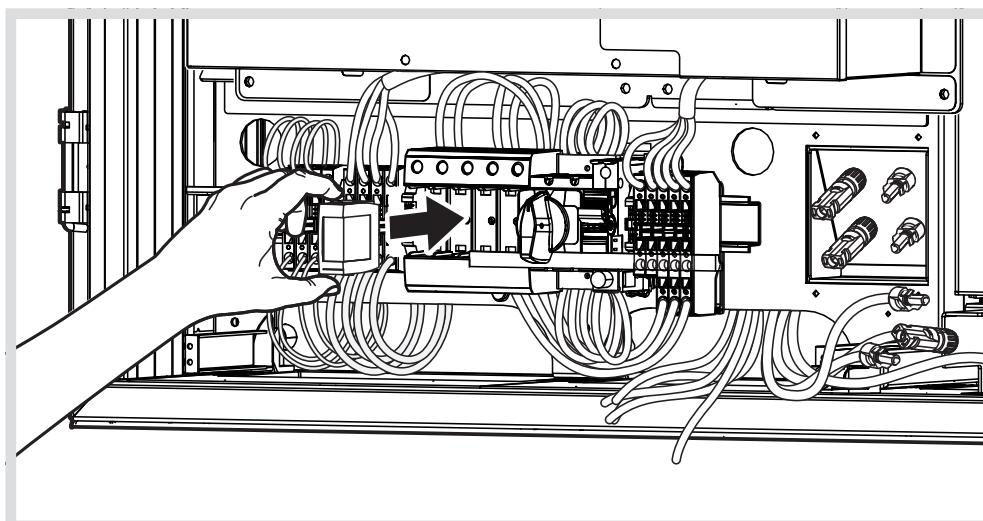

Bild 24: Einbau DEHNgard PV500
- Beiliegendes DEHNgard PV500 in die mittlere Überspannungsschutzmodul-Aufnahme einrasten (Bild 24).